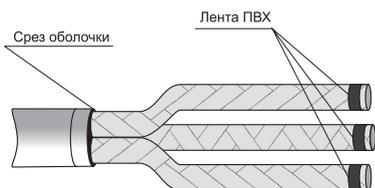

Рисунок 4.
4.11 Развести жилы кабеля с радиусом изгиба жил не менее 10-кратной высоты сектора или диаметра жилы по изоляции. Обезжирить их салфеткой, смоченной в бензине или ацетоне. Закрепить фазную изоляцию на концах жил бандажом из двух-трех витков ПВХ ленты (рисунок 4).